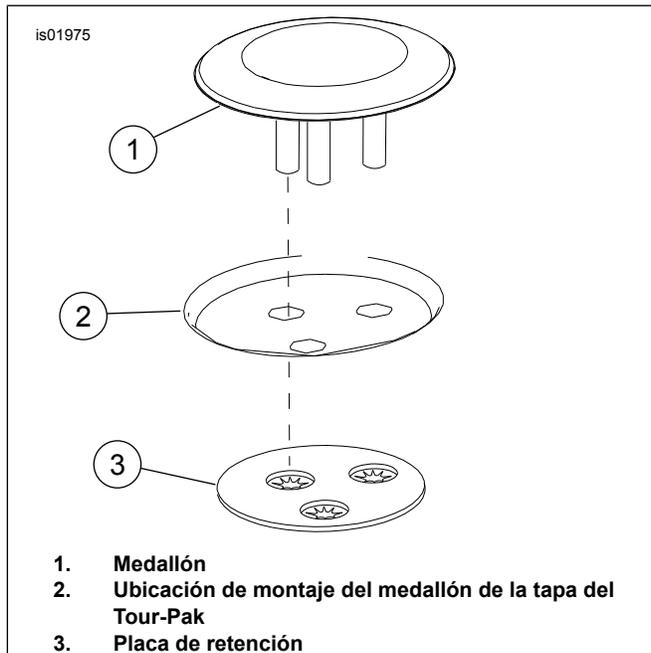

Figura 3. Instalación del medallón
12. Vea la Figura 3. Instale el medallón (1) en la ubicación de montaje en la tapa del Tour-Pak (2) y asegúrelo con la placa de retención (3). Sostenga el medallón firmemente en su lugar contra la tapa del Tour-Pak, instale la placa de retención sobre las espigas del medallón. Presione la placa de retención firmemente contra la tapa del Tour-Pak para sostener firmemente el medallón en su lugar.